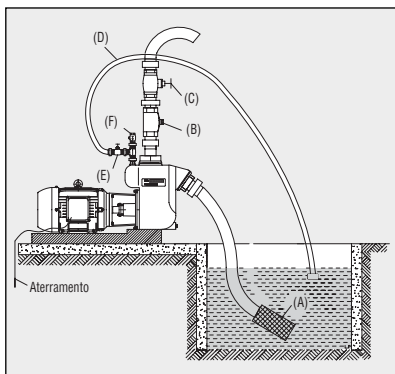

Figura 19 - Instalação Bomba BCA-41, BCA-42 e BCA-43
8. Recomendações específicas adicionais para as Bombas Autoaspirantes BCA-41, BCA-42 e BCA-43 quando empregadas no bombeamento de chorume (dejetos suínos ou bovinos, Figura 19):
- Recomendamos instalar um pré-filtro (tipo cesto) (item **A** da figura 19) na tubulação de sucção, a fim de impedir a passagem de sólidos de diâmetros maiores do que os determinados pela Tabela 5. Este pré-filtro, deverá ser ancorado para eventuais inspeções.
- Recomendamos instalar válvula de retenção (item **B** da figura 19) na tubulação de recalque conforme descrito no item **A-13** deste manual.
- Um registro de gaveta (item **C** da figura 19) deve ser instalado no recalque para se ter o controle de pressão e vazão. Quando a bomba estiver acoplada a um motor estacionário (combustão interna), para acionamento do conjunto, feche parcialmente o registro de gaveta, ligue o motor e abra o registro a medida que vai aumentando a rotação. Nunca ligue a bomba com a rotação plena do motor. Para desligar, feche o registro por completo e reduza a rotação do motor pela metade para evitar que a bomba perca a escorva.
- Além da saída de recalque 2 1/2" para a BCA-41 e 3" para a BCA-42 e BCA-43, estes modelos possuem uma saída adicional de 3/4" para BCA-41 e BCA-42 e 1" para BCA-43, na qual pode ser conectada uma mangueira (item **D** da figura 19) que deve ser direcionada de volta ao local de sucção para homogeneizar o chorume. Em situações de dificuldade de aspiração, perda de escorva ou formação de gases, sugerimos conectar um Tê na saída adicional: em uma das extremidades adaptar a mangueira (item D da figura 19) com um registro (item E da figura 19) e, na outra extremidade, adaptar uma válvula de retenção (item F da figura 19) sem mola e na posição invertida, que funcionará como escape para os gases.